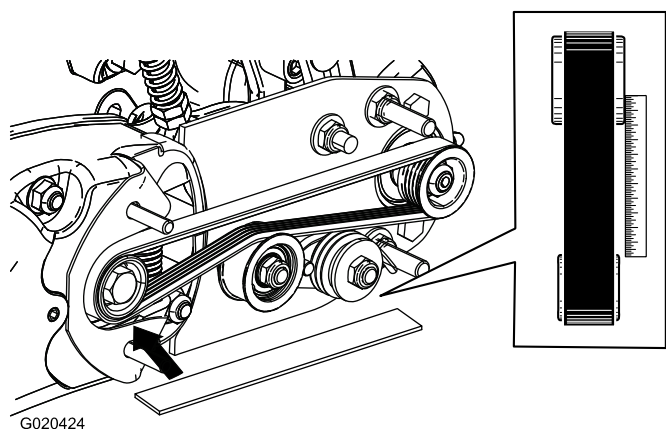

Bild 13
- Legen Sie ein Lineal entlang der Außenseite der Antriebsscheibe (Bild 13). Legen Sie das Lineal nicht über den Antrieb und die Antriebsscheiben.